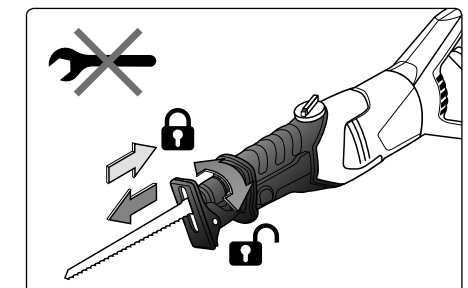

Abb. 8 Installation/Austausch vom Sägeblatt
1. Drehen Sie den selbsthemmenden Spannkopf mit der Hand (ohne Werkzeug) in Pfeilrichtung auf der Abb. 8, damit der Spannmechanismus gelöst wird, und nehmen Sie das Sägeblatt heraus, oder - wenn keines im Kopf steckt - schieben Sie das Gewünschte Sägeblatt in den Spannkopf.
2. Drehen Sie danach den selbsthemmenden Spannkopf mit der Hand in Pfeilrichtung auf der Abb. 8, um das Sägeblatt zu spannen. Nachdem Sie das Sägeblatt im selbsthemmenden Spannkopf gespannt haben, prüfen Sie durch Ziehen am Sägeblatt mit der Hand, dass es wirklich im Spannkopf gespannt ist, sonst kann es sich bei der Inbetriebnahme der Säge lösen.